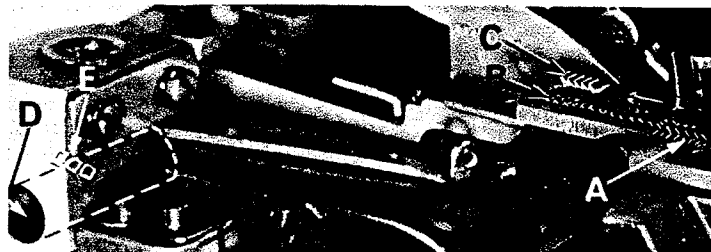

Fig. 12
Jetzt werden Differential-(vorderen) Transporteur (A, Fig. 12) Haupttransporteur (B) (hinteren) und der Kettel-Transporteur (C) eingebaut. Stelle bei den Klassen 39500 QA, RS, TE und TD alle drei Transporteure (A, B, C, Fig. 12) so ein, daß ihre Oberflächen in einer Ebene liegen. Das kann durch Auflegen eines Lineals über die Zähne überprüft werden. Es müssen die Transporteure durch Drehen der exzentrischen Achse (D) mit der Oberfläche der Stichplatte in eine Ebene gebracht werden. Die Achse (D) hebt oder senkt das hintere Ende der beiden Transporteurträger zur gleichen Zeit.
Now assemble differential (front) feed dog (A, Fig. 12), if not already in place, main (back) feed dog (B) and chaining feed dog (C). On Styles 39500 QA, RS, TE and TD, set all three feed dogs (A, B, C, Fig. 12) so the top surfaces of teeth all lay in the same plane. This can be checked by sighting across teeth with a straight edge. Now assemble throat plate. Feed dogs should now be leveled with throat plate surface by rotating feed tilting adjusting pin (D). This pin raises or lowers the back end of both feed bars at the same time.